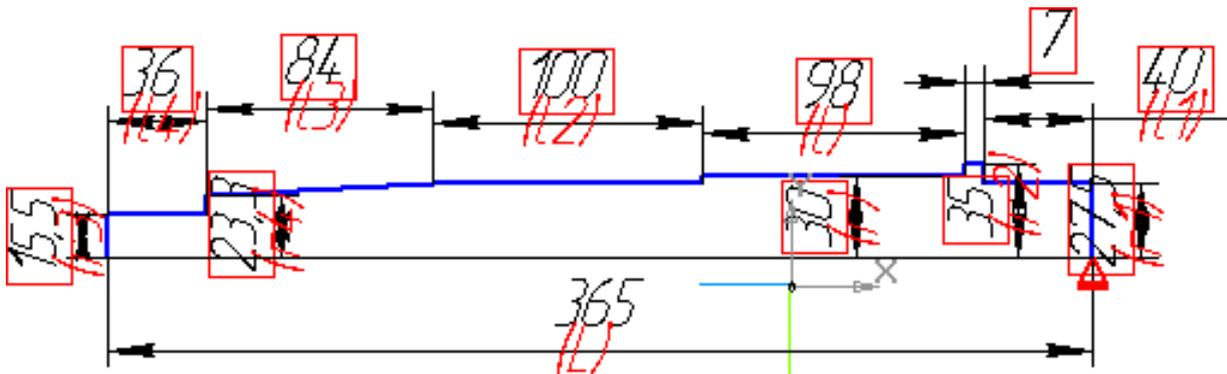

Рис. 7
12. Не прерывая команду **Установить значение размера** , последовательно указывайте размеры, соответствующие длинам участков и присваивайте им следующие значения: $l1=40$; $l2=100$; $l3=84$; $l4=36$; $L=365$. После каждого ввода значения переменной контур эскиза будет перестраиваться. Результат построения приведен на рис. 7.